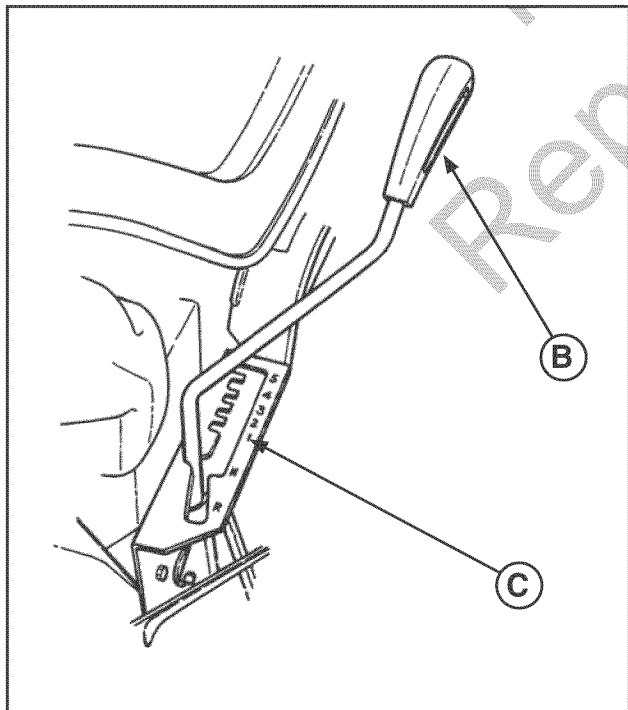

FIGURA 12
2. Ponga la palanca de cambios de la transmisión (**A**, Figura 12) en la primera muesca de velocidad hacia delante (**B**).